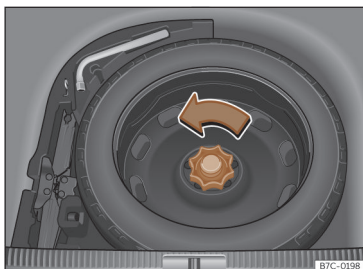

Fig. 206 Na bagageira: piso de carga levantado.
- Mova a roda no sentido contrário ao dos ponteiros do relógio >>> **Fig. 206.**